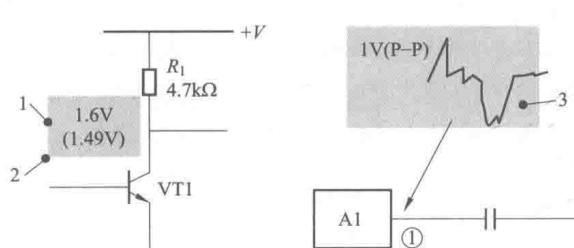

图 1-9 整机电路图中的直流电压值和信号波形标注示意图
3) 许多整机电路图中还给出了有关测试点的直流工作电压，为检修电路故障提供了方便，如集成电路各引脚上的直流电压标注，三极管各电极上的直流电压标注等，视频设备的整机电路图关键测试处还标出了信号波形，为检修这些部分电路提供了方便。如图 1-9 所示的是整机电路图中的直流电压值和信号波形标注示意图。